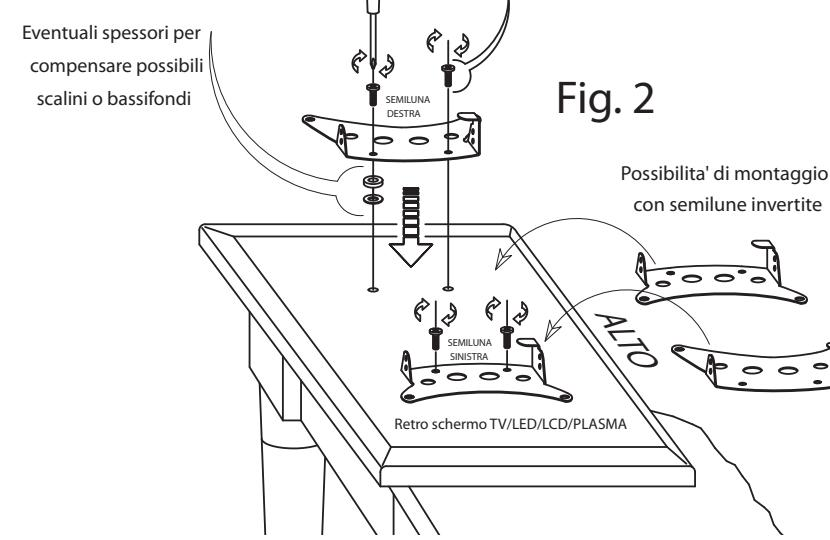
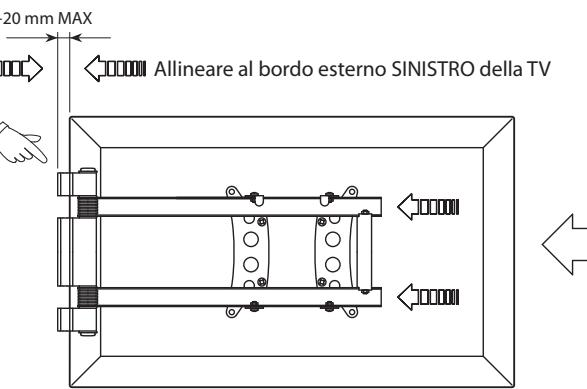
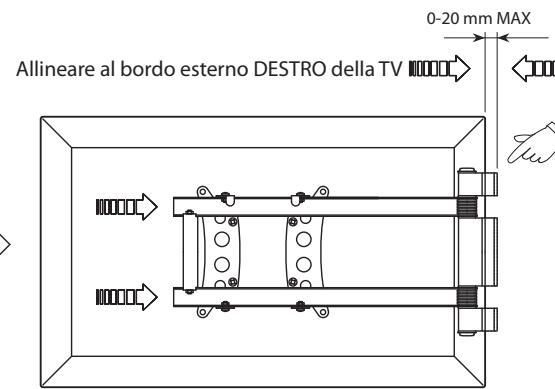

Fig. 2
Fig. 3A (Rotaz. verso DESTRA)
Fig. 3B (Rotaz. verso SINISTRA)
Il supporto Corner può essere installato in due diverse modalità **ROTAZIONE verso DESTRA o verso SINISTRA** (Fig.1), identificare il tipo di installazione desiderata. Appoggiare il TV dal lato dello schermo su di un piano coperto da un panno morbido e individuare i fori predisposti dal costruttore per il fissaggio. Collocare le due semilune sopra i fori in modo che gli agganci siano dal lato superiore della TV (Fig.2). Avvitare senza stringere con le viti fornite. **Prendere il telaio posizionarlo con gli snodi a sinistra per il montaggio con ROTAZIONE verso DESTRA (Fig.3A) o con gli snodi a destra per il montaggio con ROTAZIONE verso SINISTRA (Fig.3B)**
Position the half-moons on the holes, with the hooks pointing towards the upper edge of the TV (Fig.2). Attach them with the screws supplied, but without tightening. **Take the frame and position it with the hinges to the left, for installation with ROTATION to the RIGHT (Fig. 3A), or with the hinges to the right, for installation with ROTATION to the LEFT (Fig. 3B)**
Ordnen Sie die beiden Halbmonde über den Löchern so an, dass die Ansatzpunkte sich an der Oberseite des TV-Geräts befinden (Abb.2). Einschrauben ohne mit den mitgelieferten Schrauben festzuziehen.
**Nehmen Sie den Rahmen mit den links angeordneten Gelenken für die Montage mit DREHUNG nach RECHTS (Abb.3A) oder mit den rechts angeordneten Gelenken für die Montage mit DERHUNG nach LINKS (Abb.3B)**
Le support Corner peut être installé de deux manières différentes: **ROTATION vers la DROITE ou vers la GAUCHE (Fig. 1)**, identifiez le mode d'installation désiré. Posez la TV - côté écran - sur une surface recouverte d'un tissu souple et repérez les orifices de fixation prédisposés par le constructeur. Placez les deux demi-lunes au-dessus des orifices de manière à ce que les crochets se trouvent sur le côté supérieur de la TV (Fig.2). Vissez sans serrer à l'aide des vis en dotation. **Prennez le châssis et placez-le avec les supports de direction à gauche pour le montage avec ROTATION vers la DROITE (Fig. 3A) ou avec les supports à droite pour le montage avec ROTATION vers la GAUCHE (Fig. 3B)**.
El soporte Corner puede ser instalado en dos modalidades distintas **ROTACIÓN hacia la DERECHA o hacia la IZQUIERDA (Fig.1)**, identifique el tipo de instalación deseada. Apoye la TV en el lado de la pantalla, sobre un plano cubierto por un paño suave e identifique los huecos predisuestos por el constructor para la fijación. Coloque las dos medialunas sobre los huecos, de modo tal que los enganches queden en el lado superior de la TV (Fig.2). Enrosque sin apretar con los tornillos en dotación. **Tome el bastidor y colóquelo con las articulaciones a la izquierda para el montaje con ROTACIÓN hacia la DERECHA (Fig.3A) o con las articulaciones a la derecha para el montaje con ROTACIÓN hacia la IZQUIERDA (Fig.3B)**
O suporte Corner pode ser instalado em duas diferentes modalidades: **ROTAÇÃO à DIREITA e à ESQUERDA (Fig.1)**, identificar o tipo de instalação desejada. Colocar a TV sobre um plano coberto com um pano, apoia-lo-a no lado da tela, e localizar os furos predispostos pelo fabricante para a fixação. Colocar as duas semi-luas acima dos furos, de modo tal que os engates estejam no lado superior da TV (Fig.2). Parafusar, sem apertar, com os parafusos fornecidos. **Apanhar o chassi e posicionar-o com as articulações à esquerda, para a montagem com ROTAÇÃO à DIREITA (Fig.3A), ou com as articulações à direita para a montagem com ROTAÇÃO à ESQUERDA (Fig.3B)**